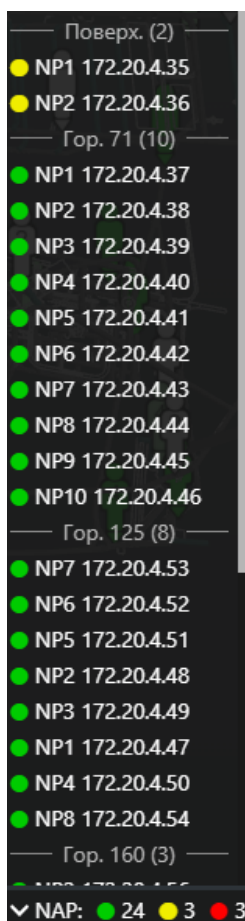

Рисунок 8 – Список коммутаторов
2.5.2.2. При нажатии открывается список всех коммутаторов (рисунок 8).